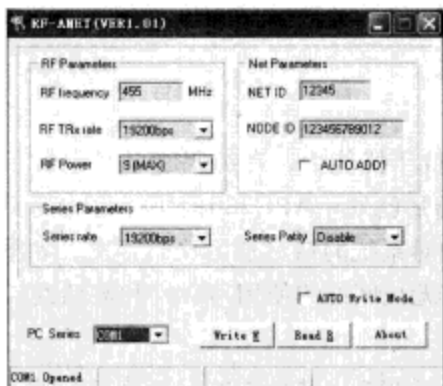

图7.3 RF-ANET设置软件
APC220模块可直接应用于Input Shield扩展板、XBee传感器扩展板V5和Interface shield扩展板, 占用Arduino的引脚0 (RX) 和引脚1 (TX), 使用方法与Arduino中串口通信使用方法相同。使用前先使用模块的设置软件RF-ANET对模块的参数进行设置, 软件界面如图7.3所示, 所设置的参数如表7.2所示。